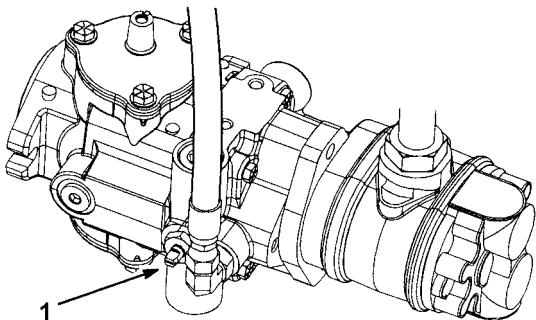

図32
1. 油圧ポンプについているバイパスバルブ（図32）の溝が「縦」になるようにバルブを回転させる。
2. エンジンを始動する時には、必ずバイパスバルブ（図32）を閉じてください（溝が横向きになる）。バルブを開けたままでエンジンを掛けないで下さい。